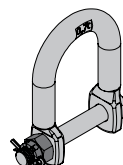

Fig. 18
4. Inserire la vite (3) nei fori della staffa (1). (Fig. 18)
5. Avvitare il dado a corona (4) in senso orario sulla vite (3).